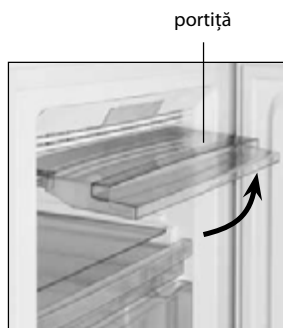

Figura 6
3.2 Pentru a încarca produsele pe raftul de sticlă de sus ridicați porțița până la fixarea ei în poziție orizontală cum vedeți în figura 6.